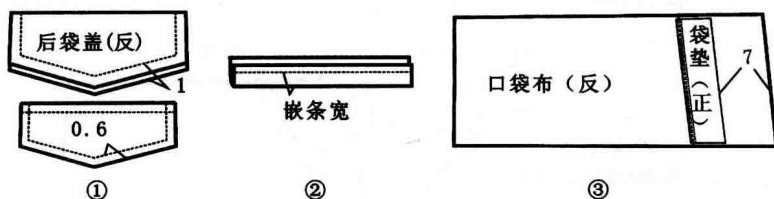

图 1.1-16 做袋盖、嵌条和袋垫
做袋盖、嵌条和袋垫:袋盖面与袋盖里正面相叠,按袋盖净样版画出粉印,然后将袋盖里反面朝上,按粉印缉线,修剪缝份成 0.5cm 熨烫翻出,熨烫平整后缉 0.6cm 单明线,注意袋盖面袋角部位略吃,使袋盖面吐出 0.2cm。(见图 1.1-16-①)。将嵌条对折熨烫
平整,并按嵌条宽缉长针线(见图 1.1-16-②);袋垫布固定在口袋布的反面上,缉线 0.1cm(见图 1.1-16-③)。